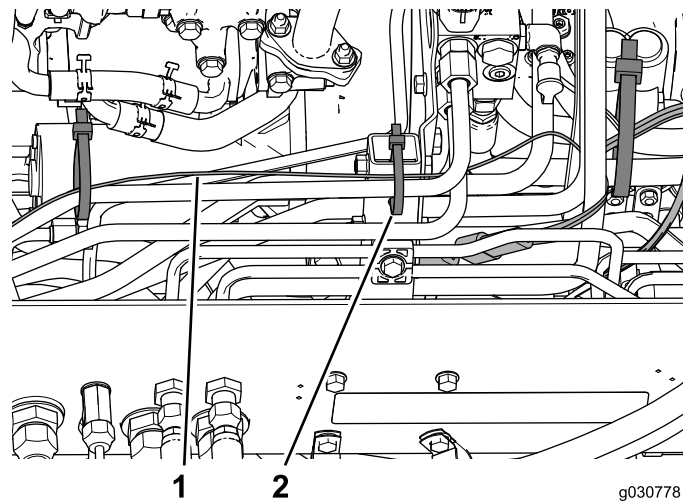
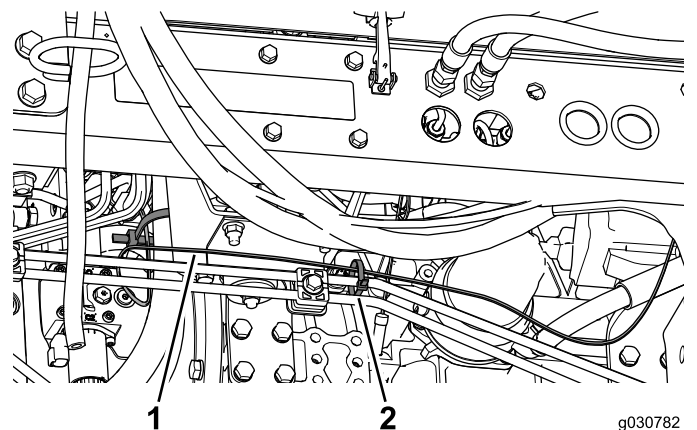

Figura 53
Figura 54
5. Utilizzate fascette per cavi per fissare il cablaggio preassemblato ai flessibili idraulici e alle tubazioni rigide nei punti illustrati nella Figura 53 e nella Figura 54.